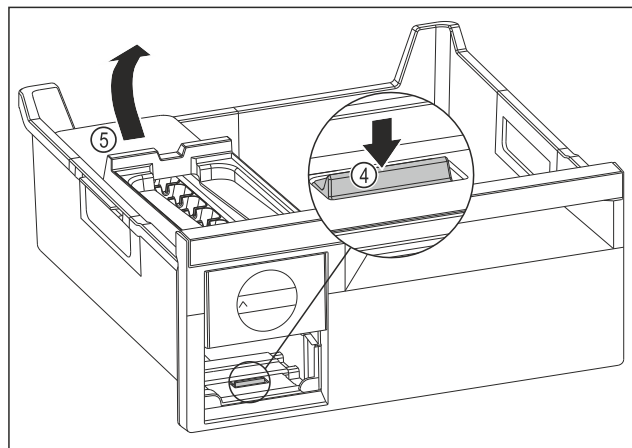

Fig. 171
- ▶ Vegye ki az EasyTwist-Ice egység testét: Nyomja le a fület Fig. 171 (4) az ujjával, és ezzel egyszerre emelje meg a másik kezével hátulról az EasyTwist-Ice egység testét Fig. 171 (5).